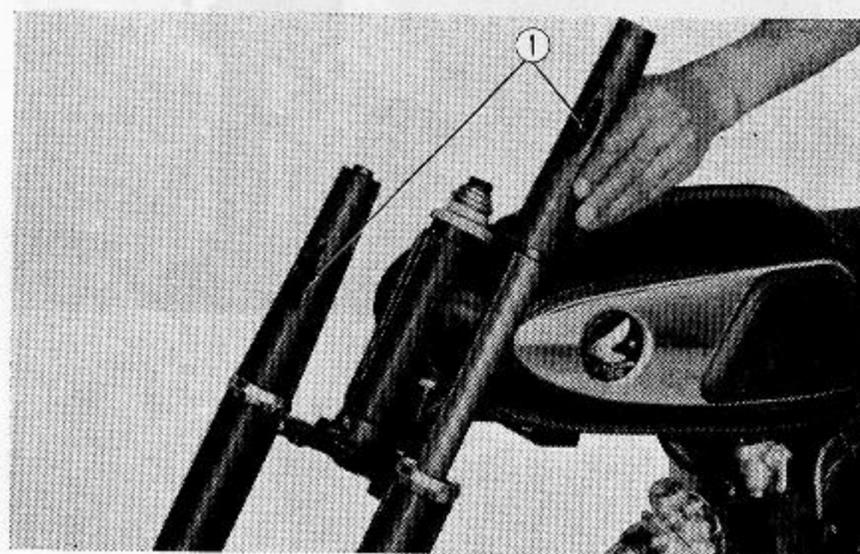

Abb. 4.15 Obere Gabelverkleidung ausbauen
- (5) Rechte und linke obere Gabelverkleidung abziehen. (Abb. 4.15)